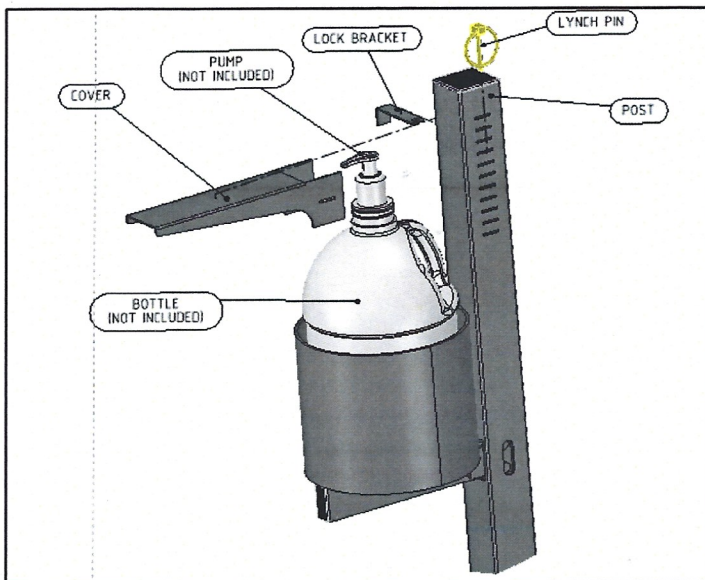

Figure 2
**STEP 2:** INSERT BOTTLE IN BIN ENSURING THAT THE PUMP IS POINTING TOWARDS FRONT SEE **FIGURE 2** BELOW.